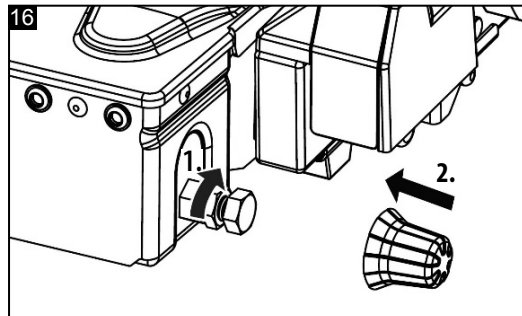

Bild 16: Kontermutter festziehen
- Ziehen Sie die Kontermutter fest (Bild 16).